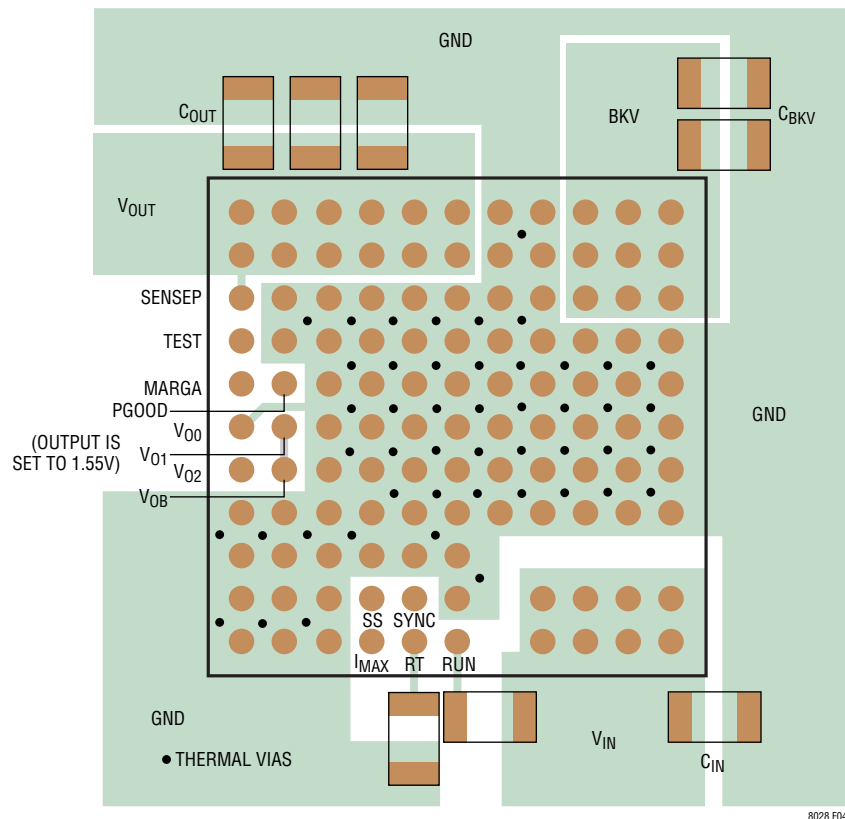

図4. 推奨の外付け部品、GNDプレーンおよびサーマル・ビアを示すレイアウト
を実現できないことがあります。推奨レイアウトについては図4を参照してください。接地とヒートシンクに問題がないことを確認します。
6. ビアを使って、GND銅領域をボードの内部グラウンド・プレーンに接続します。これらのGNDビアを多数分散配置して、プリント回路基板の内部プレーンへの十分なグラウンド接続と熱経路の両方を与えます。図4のサーマル・ビアの位置と密度に注意してください。サーマル・ビアは内部の電力処理部品に近接しているので、これらの位置で内部のGNDプレーンに接続するビアによって提供される放熱効果により、LTM8028はメリットを受けることができます。サーマル・ビアの最適個数はプリント回路基板の設計に依存します。たとえば、ある基板では非常に小さなビア孔を使うことがあります。この場合、大きな孔を使う基板に比べて多くのサーマル・ビアを採用します。